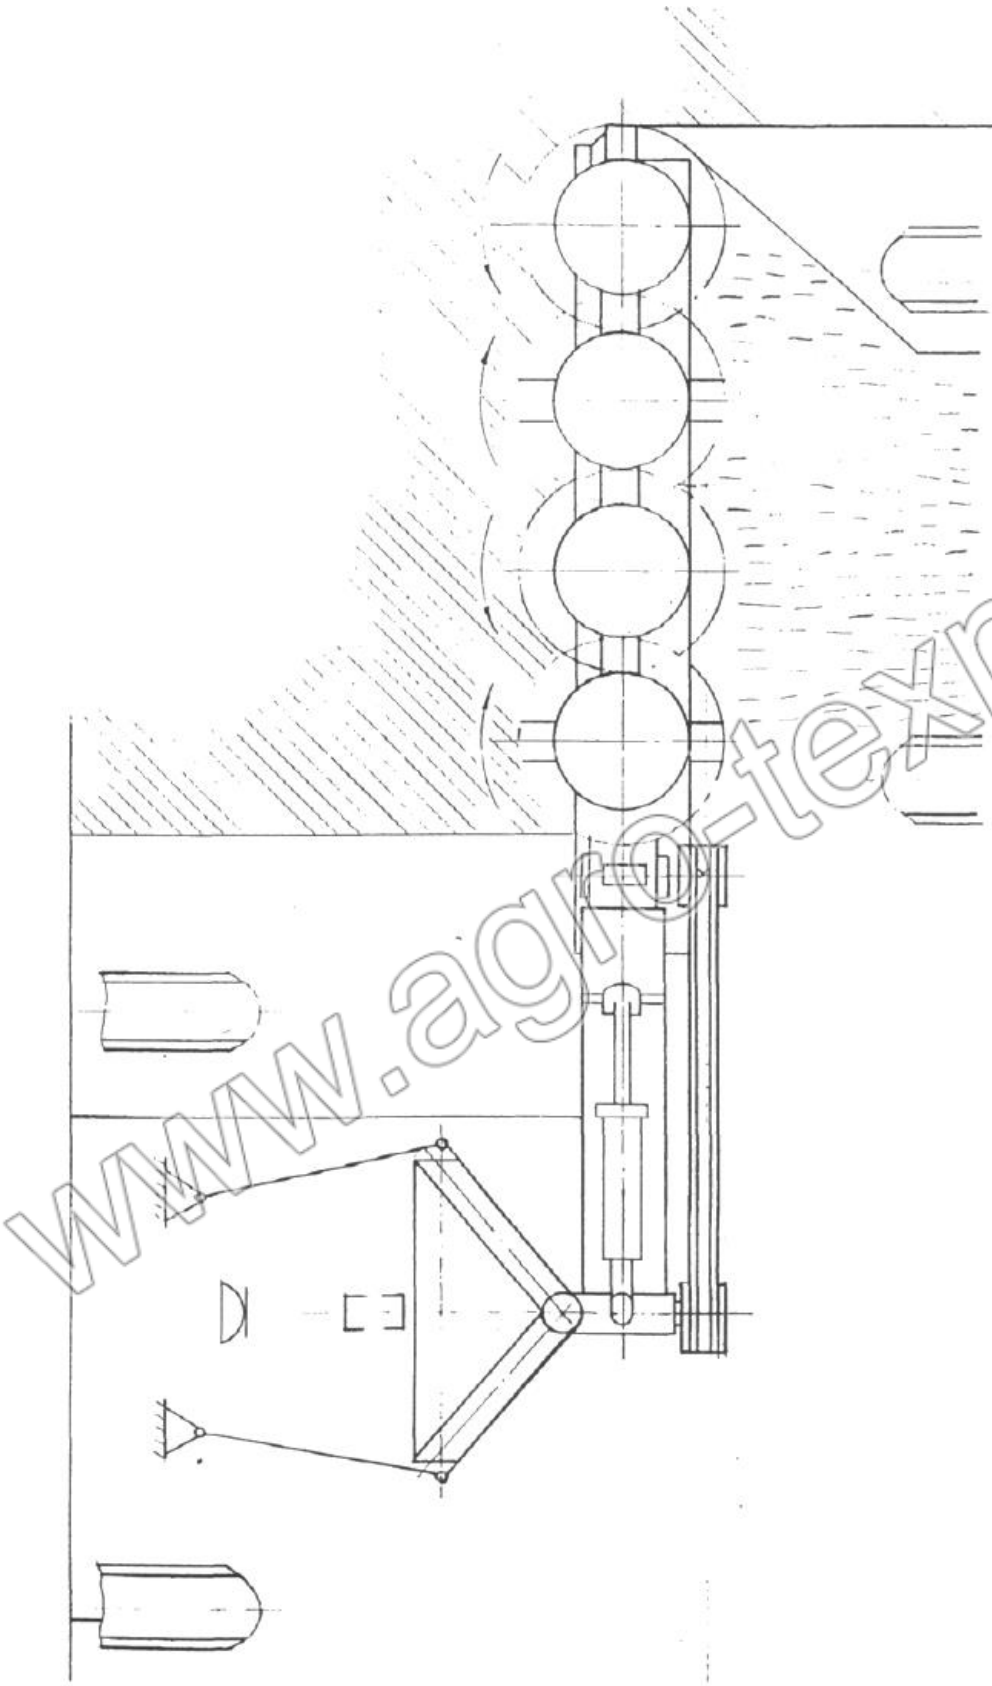
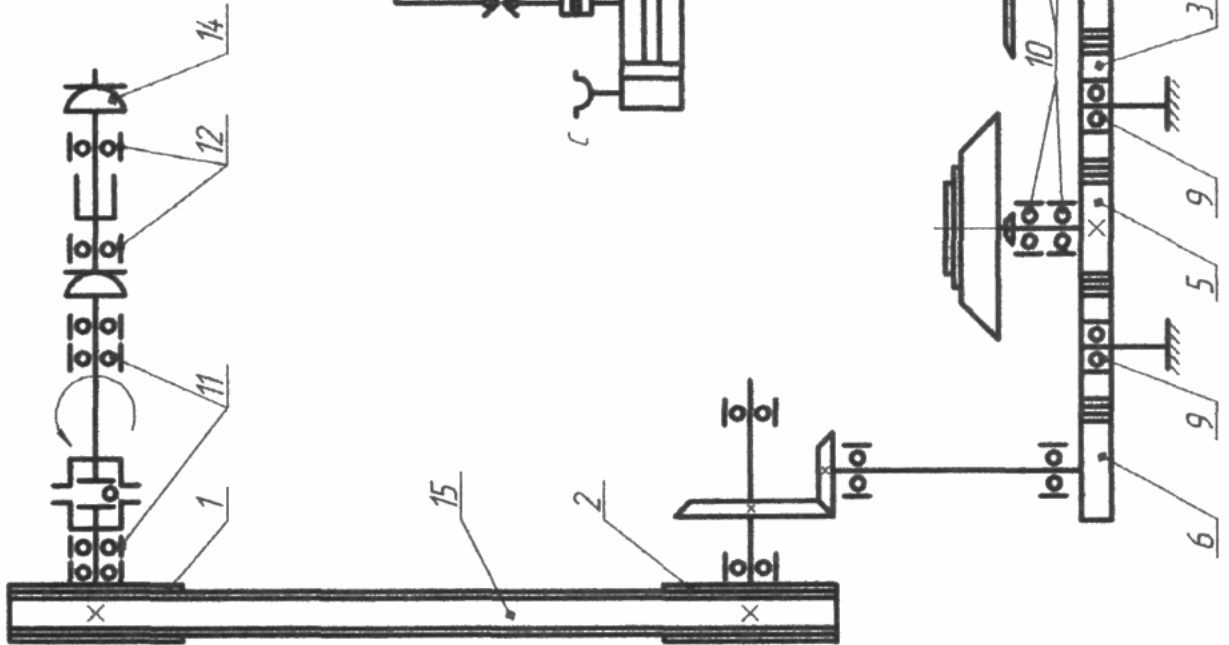

Рис. 3 Схема технологическая
Рис.4 Схема гидрокинематическая
3.2 Технологическая схема представлена на рис.3, гидрокинематическая схема и схема расположения подшипников – на рис.4.
Кинематическая схема механизмов передач изображена на рис.4.